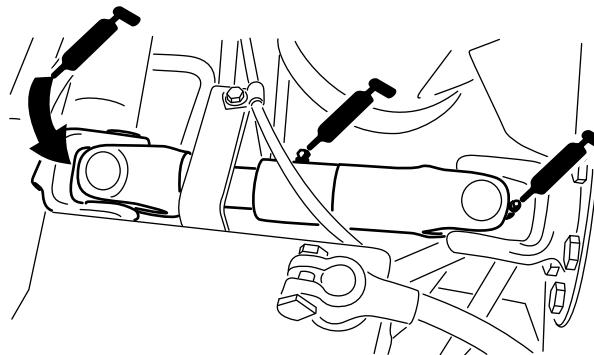

Figura 46
- Giunto ad U del semiasse fra motore e pompa (3) – Figura 46